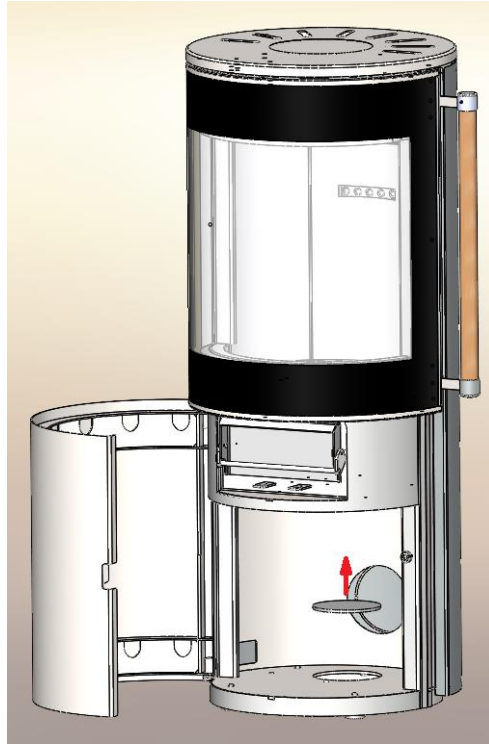

Abbildung 3 Schneiden von Mikrofugen für die Außenluftzufuhr an der Rückseite / am Boden
4. Abbildung 3 Schneiden von Mikrofugen für die Außenluftzufuhr an der Rückseite / am Boden	Seite 7